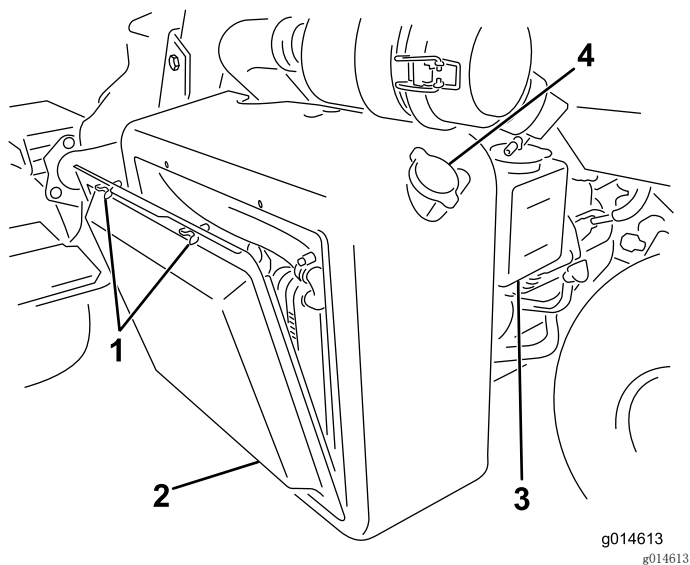
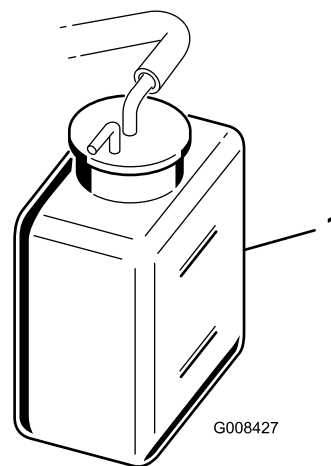

图40
图41
1. 拆下散热器吸风滤网（图40）。
2. 检查冷却液液位（图40 和图41）。